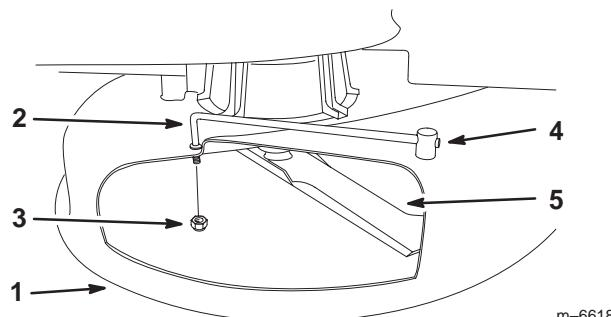

Bild 10
- Setzen Sie die neue Gelenkstange in den kurzen Vorsprung am Mähwerk. Befestigen Sie das hintere Stangenende mit einer Mutter (3/8 Zoll) am Mähwerk (Bild 10).